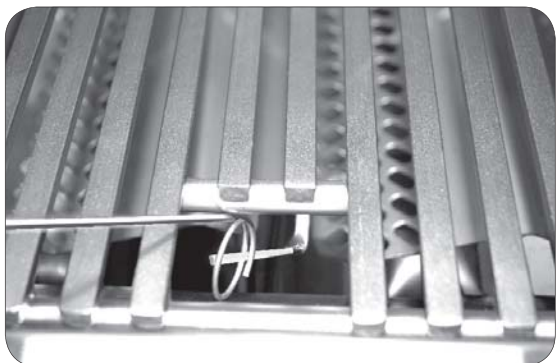
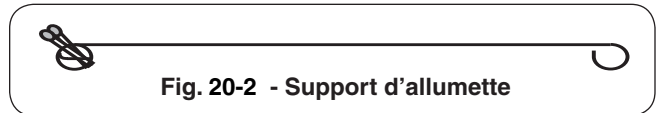

Fig. 20-3 - Éclairage manuel
Fig. 20-2 - Support d'allumette
RAPPEL-VOUS: POUR L'ÉCLAIRAGE MANUEL SÛR, PLACEZ Un ALLUMEUR BRÛLANT D'ALLUMETTE OU De BUTANE PRÈS Du BRÛLEUR - ALLUMEZ ALORS Le GAZ (voyez Fig. 20-3).
2. Insérez un allumeur brûlant de butane de long-baril, une allumette brûlante de long-tige, ou une allumette brûlante tenue par un support de prolongation de fil (Fig. 20-2) par les grilles à cuire au brûleur (Fig. 20-3). Pour des backburners, tenez la flamme contre le matériel perforé du brûleur arrière. Pour des sideburners, tenez la flamme contre le brûleur.